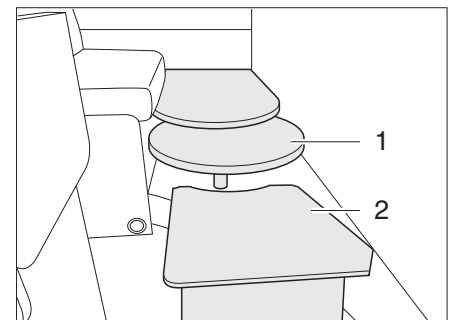

Fig. 39 Prolunga del letto (letto supplementare)
- Collocare la prolunga del letto (Fig. 39,2) del letto supplementare sulla prolunga del piano del tavolo (Fig. 39,1).